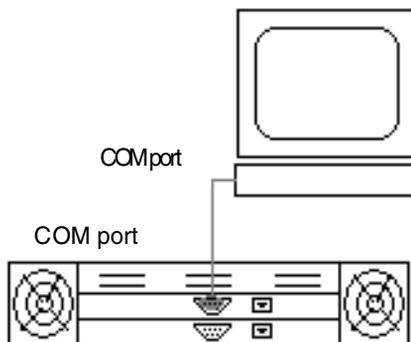

図 2-1 ワークステーションの COM ポートまたはコンピュータ端末にローカル接続された RAID アレイ COM ポート
1. RAID アレイ COM ポートを Solaris ワークステーションのシリアル ポートに接続します (図 2-1 を参照)。